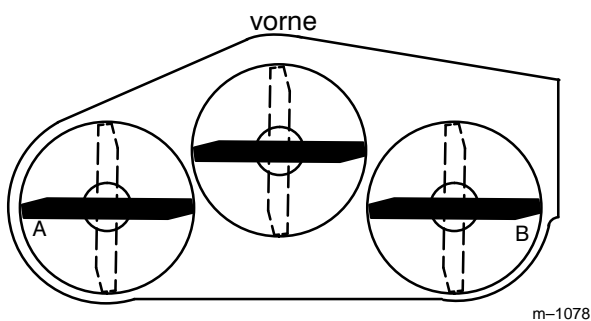
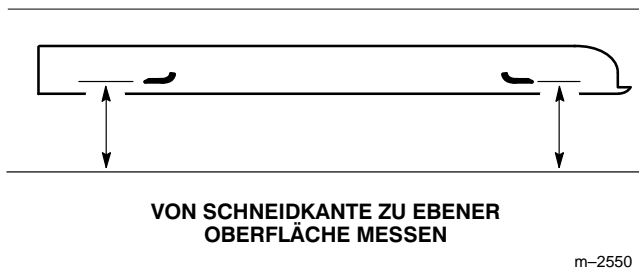

Abbildung 16
Abbildung 17
2. Die Schnittmesser von Seite zu Seite ausrichten (Abb. 16). An den Positionen "A" und "B" (Abb. 16) von einer ebenen Oberfläche zur Schneidkante der Schnittmesser messen (Abb. 17).